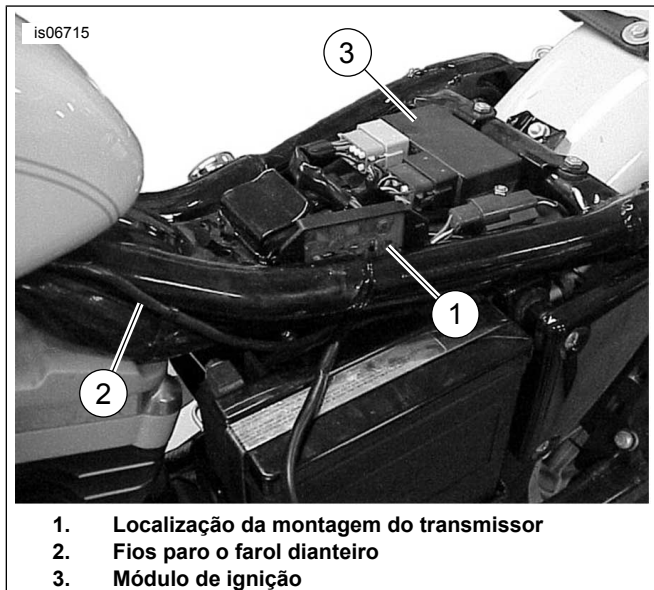

Figura 7. Orientação de fio e montagem do transmissor, (modelos Sportster ano 2003 e anteriores)
2. Veja a Figura 7. Posicione o transmissor (1) no chicote de fios principal na área sob o assento, o mais distante possível do tanque de óleo e fixe o transmissor no chicote usando as abraçadeiras do kit. Vá para a seção **Conexão do chicote de fios**.